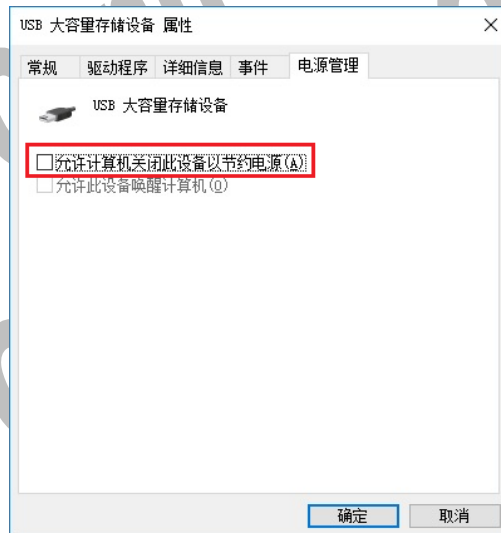

图 7-2 电源管理
- (3) 在 **电源管理** 选项下，选择不勾选“允许计算机关闭此设备以节约电源”，如图 7-2 所示。